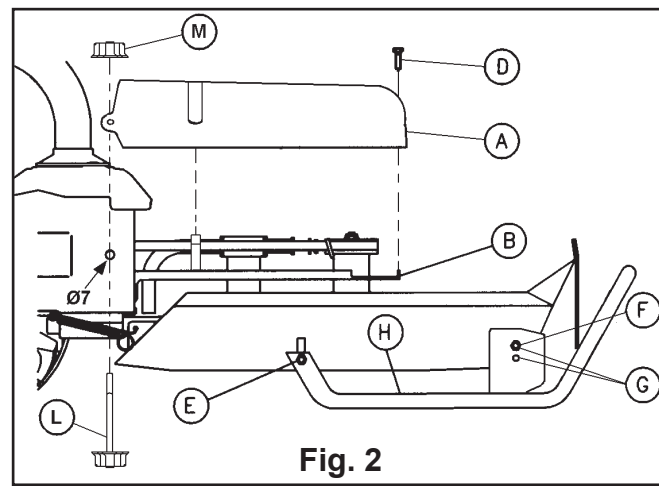

Fig. 2
D) FIG.2 – Provjerite postoje li rupe Ø7 na bočnom okviru uređaja te poštuju list s uputama 321465025. Namjestiti gornji (A) i donji poklopac (B) s dva bočna nastavka. Uskladite rupe na strani gornjega poklopca (A) s onima na okviru, tako da je moguće umetnuti vijak dug 170 mm (D) i privijte gumb s dva kraka (M). Privijte samourezni vijak (D) u otvor na kraju obaju kućišta, pri čemu je potrebno uporabiti Phillipsov odvijač.
D) FIG.2 – Controllare l'esistenza dei fori Ø7 sui fianchi del telaio macchina, eventualmente eseguirli seguendo le istruzioni del foglio 321465025. Assemblare il coperchio superiore (A) e il coperchio inferiore (B) con i due ganci laterali. Far combaciare i due fori laterali del carter superiore (A) con quelli del telaio in modo da infilare la vite lunga 170mm (L) ed avvitare la manopola a due punte (M). Avvitare la vite autofilettante (D) nel foro posizionato all'estremità dei due carter utilizzando un cacciavite con punta a croce.
D) Abb. 2 - Die Bohrungen Ø7 auf beiden Seiten des Getriebegehäuses der Grundmaschine prüfen. Sollten diese nicht vorliegen, die Bohrungen laut Anleitungen mit Ref.Nr. 321465025 durchführen. Die Abdeckhaube (A) auf das Schutzunterteil (B) aufsetzen, so dass die seitlichen Rasthaken des Schutzunterteiles in den Aussparungen der Abdeckhaube einrasten. Die seitlichen Bohrungen der Abdeckhaube (A) müssen unbedingt mit den Bohrungen der Grundmaschine übereinstimmen. Die 170 mm lange Schraube (L) durch die Bohrungen schieben und den Handgriff (M) aufsetzen und festschrauben. Die selbstschneidende Schraube (D) in die vorgesehene Bohrung an der Vorderseite der Abdeckhaube und des Schutzunterteiles mit Hilfe eines Kreuzschlitzschraubendrehers einschrauben.
D) FIG.2 - Check the existence of Ø7 holes on the sides of the machine frame, which may run them by following the instructions sheet 321465025. Assemble the top cover (A) and the lower cover (B) with the two side hooks. Align the two holes on the side of the top cover (A) with those of the frame so as to insert the screw 170 mm long (L) and tighten the knob with two points (M). Screw the self-tapping screw up (D) into the hole located at the end of the two casings using a Phillips screwdriver.
D). Fig. 2. Vérifier l'existence des trous Ø7 sur les cotés du châssis de la machine, éventuellement il faut les faire suivant les instructions du papier 321465025. Assembler le couvercle supérieur (A) et le couvercle inférieur (B) avec les 2 crochets latérales. Les 2 trous latérales du carter supérieur (A) doivent correspondre aux trous du châssis pour pouvoir introduire la vis longue 170 mm (L) et visser la poignée (M). Visser la vis auto-taradeuse (D) dans les trous qui se trouve à l'extrémité des 2 carter avec un tournevis cruciforme.